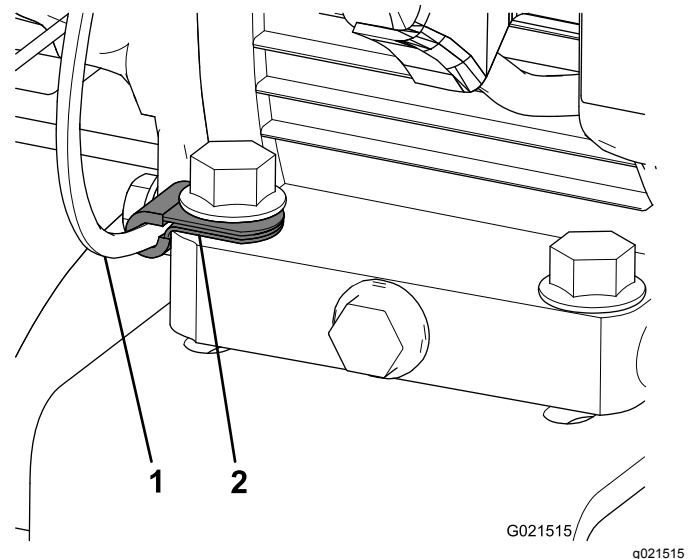

Figure 5
21. Fixez le clip neuf au câble d'accélérateur et boulonnez-le au support de conversion du moteur avec le boulon restant (Figure 5).